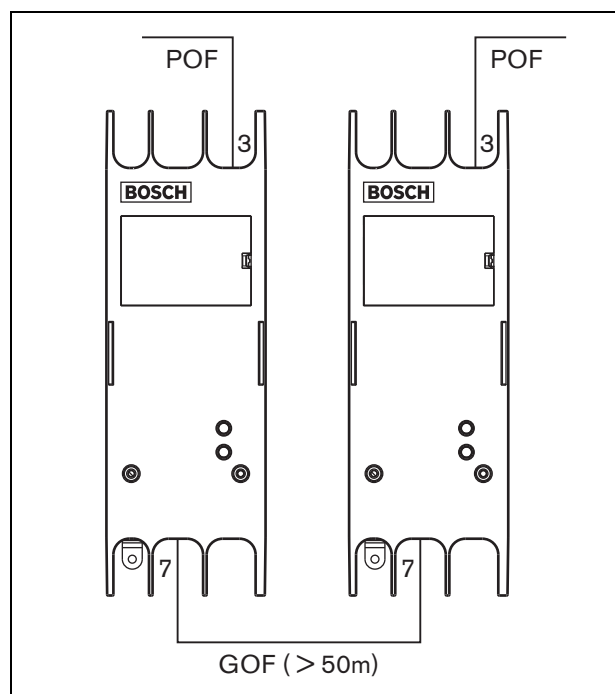

figura 32.4: Utilização das interfaces de fibra
Devido a perda de luz, o comprimento máximo da cablagem POF (e, por consequência, também dos cabos bus do sistema) entre as duas peças de equipamento é de 50 m. Se a distância entre as duas unidades for superior a 50 m, terão de ser utilizadas as Interfaces de fibra PRS-FIN(NA) ou PRS-FINS e as fibras de vidro óptico (GOF) (consulte a figura 32.4).